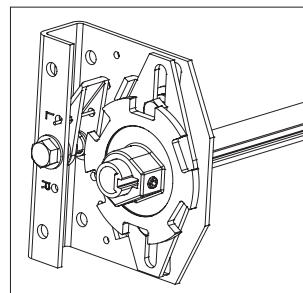

Рис. 26.8
- необходимо временно заблокировать защелку, установив фиксирующий штырь (рис. 26.8);